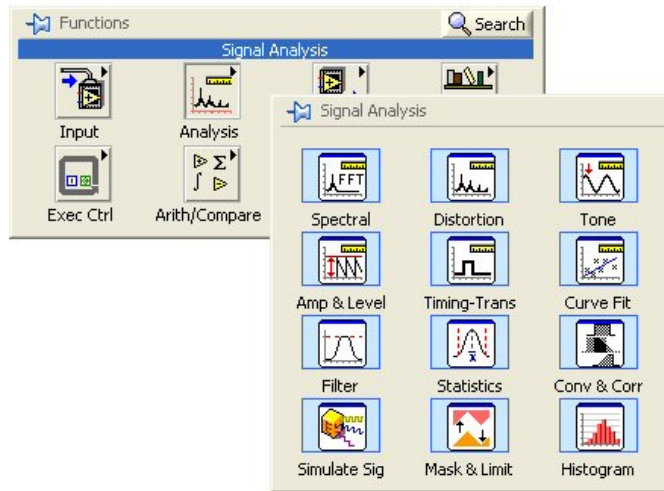

Figura 3.3: Painel de entrada
6. No painel de funções selecione **Analysis** → **Spectral** conforme está na figura 3.3